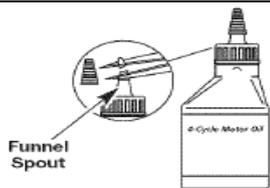

Рис. 6
**ПРИМЕЧАНИЕ:** устройство поставляется с не заправленным картером двигателя; во избежание повреждения оборудования перед запуском двигателя необходимо залить в картер двигателя входящее в комплект поставки масло (SAE 30 класса SF, SG, SH в контейнере емкостью 3,04 унции (90 мл) (Рис. 6)).
1. Отверните крышку емкости с маслом и снимите бумажную уплотнительную прокладку с отверстия. Установите крышку на место. Отрежьте верхушку носика емкости (Рис. 6).